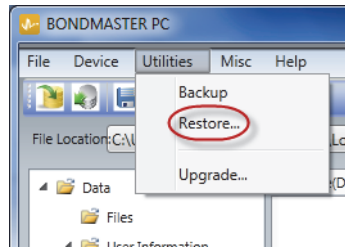

Figure 7-28 Commande Restore
2. Dans le menu **Utilitaires** (Utilitaires) du logiciel pour PC Bondmaster, sélectionnez **Restore** (Restaurer) [voir la Figure 7-28 à la page 223].